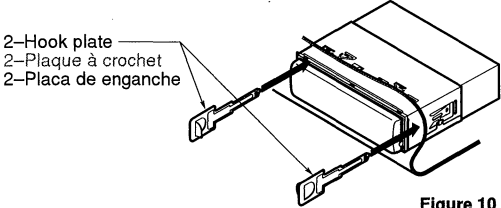

Figure 10 / Figure 10 / Figura 10
4. Insert and lock the hook plates. (Figure 10)
4. Insérer et verrouiller les plaques à crochet. (Figure 10)